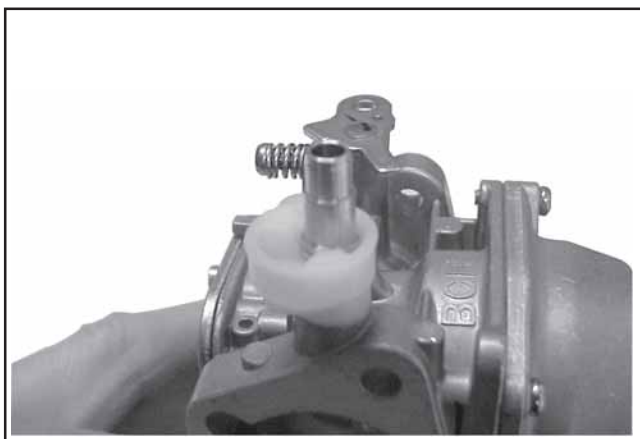

Figura 5-34. Installazione della bussola.
8. Capovolgere la vecchia bussola ed utilizzarla come ausilio per inserire o battere con cautela a fondo la nuova bussola nel corpo del carburatore. Accertarsi che la leva dello starter si muova liberamente e non sia piegata. Vedere Figura 5-34.